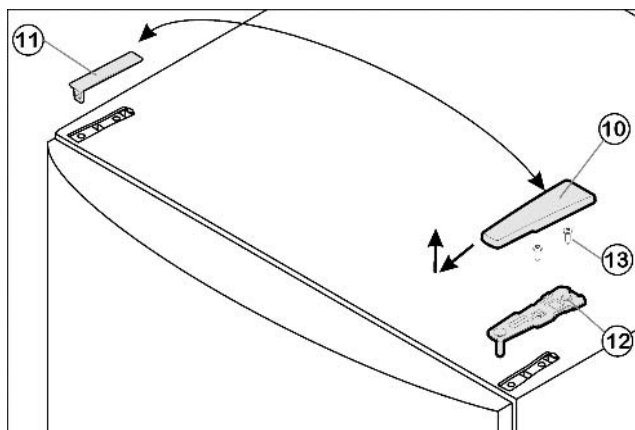

Fig. 4
- Kryt Fig. 4 (10) stáhněte dopředu a nahoru.
- Kryt Fig. 4 (11) zvedněte.
- Horní stojan ložiska Fig. 4 (12) odšroubujte (2 krát Torx® 25) Fig. 4 (13) a stáhněte nahoru.
- Horní stojan ložiska Fig. 4 (12) vložte na nové straně závěsu do dveří.
- Horní stojan ložiska Fig. 4 (12) přišroubujte (s 4 Nm) (2krát Torx® 25) Fig. 4 (13). Díry pro šrouby případně předem propíchněte nebo použijte akumulátorový šroubovák.
- Kryt Fig. 4 (10) a kryt Fig. 4 (11) zatlačte vždy na opačné straně.